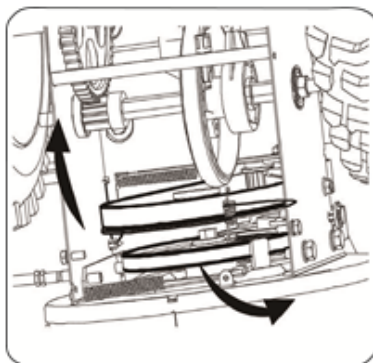

Bild 24
B. Haka loss stödfästets fjäder från ramen. Se bild 24.